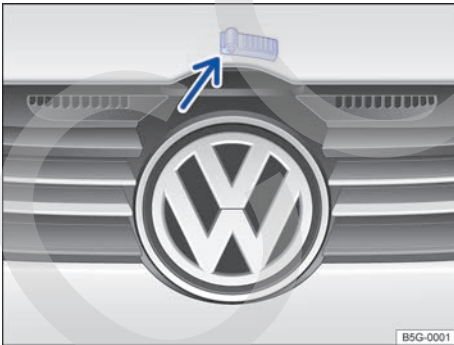

Fig. 206 Palanca de desbloqueo para apertura del capó del motor por encima de la parrilla del radiador.
- Levante el capó por la palanca de desbloqueo → fig. 206 (flecha) y ábralo del todo. El capó se mantiene abierto mediante el muelle de gas presurizado.